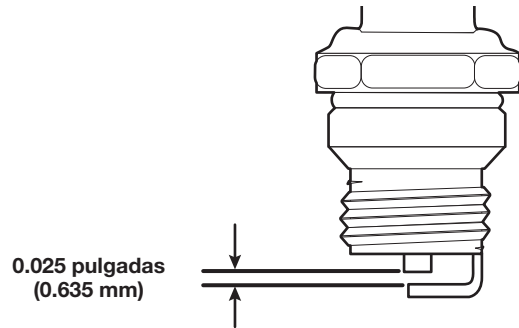

Fig. 35
4. Use un calibre de separación para ajustar una separación de aire de **0.025 pulgadas (0.635 mm)** (Fig. 35).